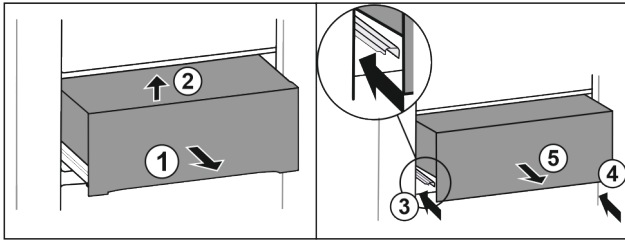

Fig. 24
- ▶ Schubfach halb herausziehen Fig. 24 (1).
- ▶ Vorne anheben Fig. 24 (2).
- ▶ Linke Schiene einschieben Fig. 24 (3).
- ▶ Rechte Schiene einschieben Fig. 24 (4).
- ▶ Schubfach nach vorne entnehmen Fig. 24 (5).